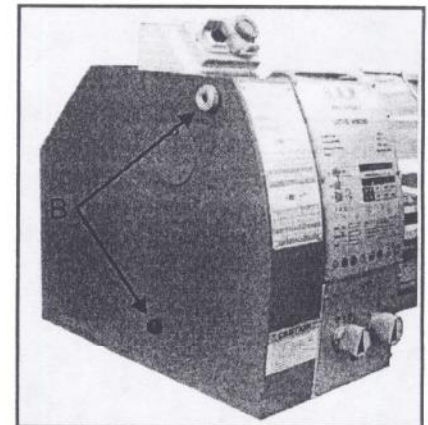

Fig.5
1. Dévisser les deux vis de fixation (B, fig. 5) et retirer le couvercle de protection.